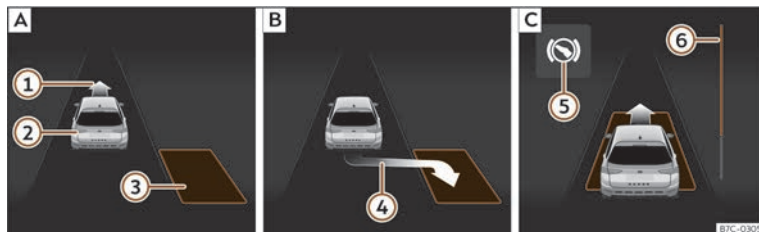
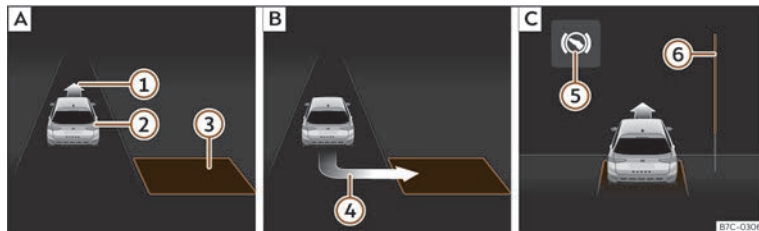

Fig. 136 En la pantalla del del cuadro de instrumentos: aparcar en línea. **[A]**: Buscar un hueco de aparcamiento. **[B]**: Posición para aparcar. **[C]**: Maniobrar.
Fig. 137 En la pantalla del del cuadro de instrumentos: aparcar en batería. **[A]**: Buscar un hueco de aparcamiento. **[B]**: Posición para aparcar. **[C]**: Maniobrar.
la posición correcta para aparcar >>> **fig. 136 [B]** o >>> **fig. 137 [B]**. El hueco habrá sido considerado “apropiado” si en la pantalla del cuadro de instrumentos aparece la indicación de aparcar ④.
• Retroceda hasta que suene la señal continua del ParkPilot; **O BIEN:** retroceda hasta que en la pantalla del cuadro de instrumentos aparezca la indicación de dar marcha adelante >>> **fig. 136** [C] o >>> **fig. 137** [C]; **O BIEN:** retroceda hasta que en la pantalla del cuadro de instrumentos aparezca el mensaje **Park Assist finalizado**. La barra de progreso ⑥ indica la distancia que hay que recorrer.
• Pise el pedal del freno hasta que el sistema de aparcamiento asistido termine de realizar los giros del volante; **O BIEN:** hasta que se apague el símbolo ⑤ en la pantalla del cuadro de instrumentos.
• Dé marcha adelante hasta que suene la señal continua del ParkPilot; **O BIEN:** dé marcha adelante hasta que en la pantalla del cuadro de instrumentos aparezca la indicación de dar marcha atrás. El sistema de aparcamiento asistido dirige el vehículo marcha adelante y marcha atrás hasta centrarlo en el hueco >>> **fig. 136** [C] o >>> **fig. 137** [C].
La barra de progreso >>> **fig. 136** ⑥ y >>> **fig. 137** ⑥ muestra simbólicamente en la pantalla del cuadro de instrumentos la distancia relativa que aún queda por recorrer. Cuanto mayor es la distancia, más llena está la barra de progreso. Al circular marcha adelante, el contenido de la barra de progreso disminuye hacia arriba, y al circular marcha atrás, disminuye hacia abajo.